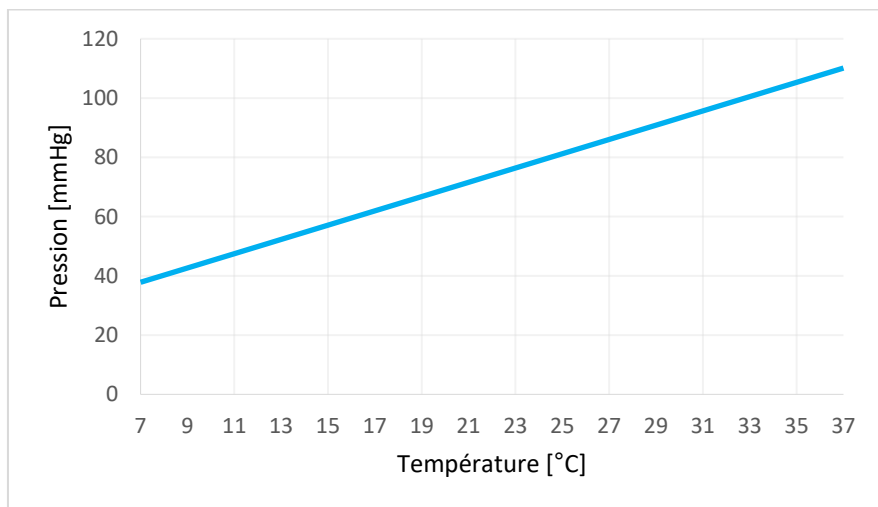
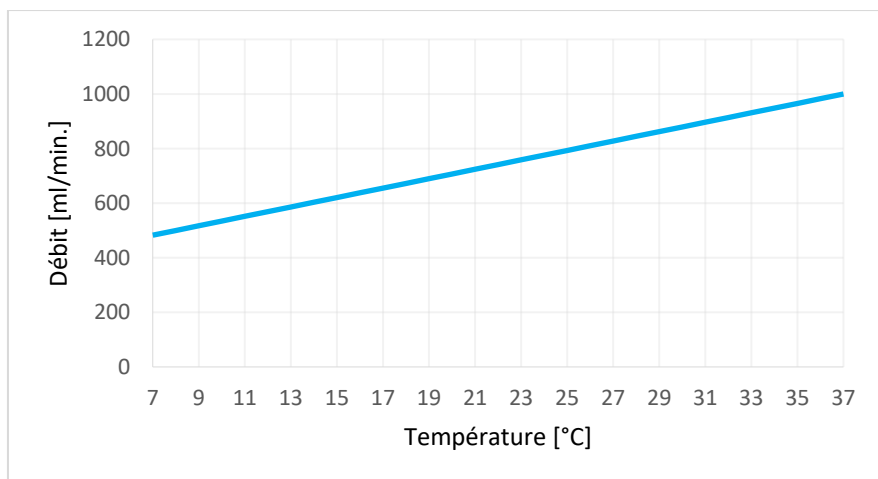

Figure 30 Limites de pression aux différentes températures
Figure 31 Limites de débit aux différentes températures
- Placez le second couvercle sur le réservoir et assurez-vous que l'orientation est correcte, la flèche rouge en bas de l'étiquette doit être dirigée vers la pompe, voir la Figure 30.
Le Kidney Assist est équipé de limites de débit et de pression dépendantes de la température afin d'éviter tout dommage voire la perte de l'organe. Ces valeurs sont prédéfinies et ne peuvent être modifiées. Si une limite est atteinte, l'appareil réduit la vitesse de la pompe afin de maintenir une perfusion sûre. Les pressions admissibles aux différentes températures sont indiquées à la Figure 30. Les débits admissibles aux différentes températures sont indiqués à la Figure 31.